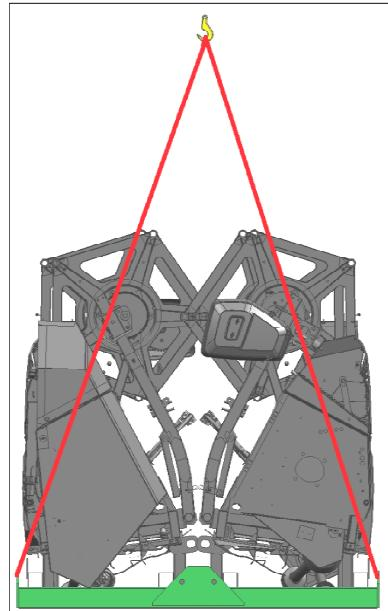

Рисунок 8.19
- 3) Для дальнейшего транспортирования двух жаток на общей подставке в кузове автомобильного транспорта, необходимо отсоединить четыре стропы длиной 3300 мм от рамки ЖСУ-701.33.11.200, и закрепить стропы длиной 5000 на общую подставку ЖСУ-701.33.11.100 (см.рисунок 8.19).